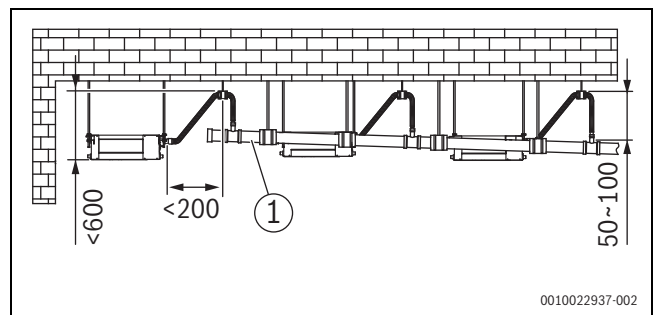
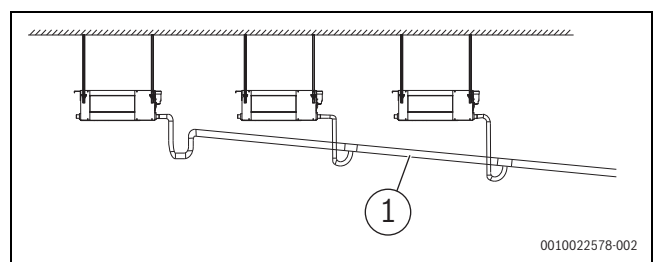

Bild 25 Installation und Abstände der Ablaufleitung bei Installationen mit Kondensatpumpe [mm]
Bild 26 Installation einer Ablaufleitung ohne Kondensatpumpe
- ▶ Ablaufrohre entsprechend Abb. 25 (mit Kondensatpumpe) bzw. Abb. 26 (ohne Kondensatpumpe) installieren. Der Auslass der Ablaufleitung darf nicht höher liegen als der Kondensataustritt. Das Abwärtsgefälle muss mindestens 1/100 betragen.